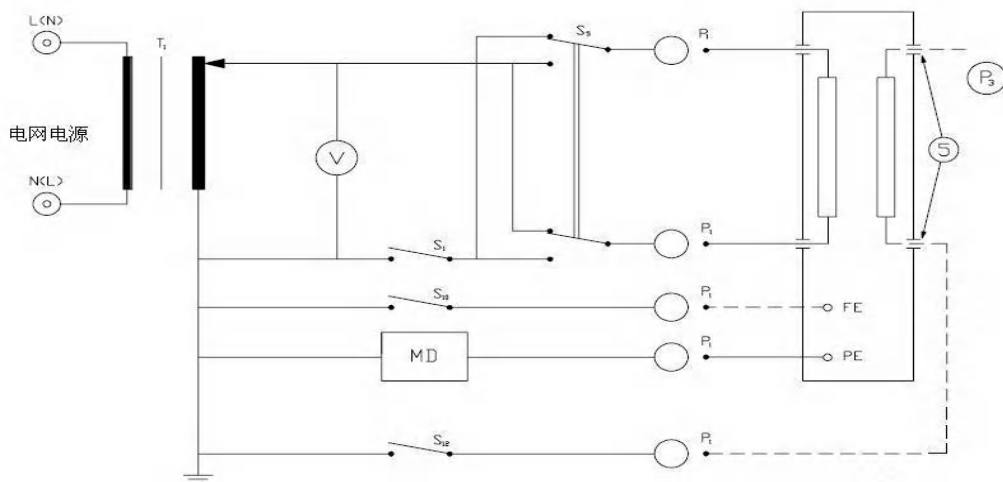
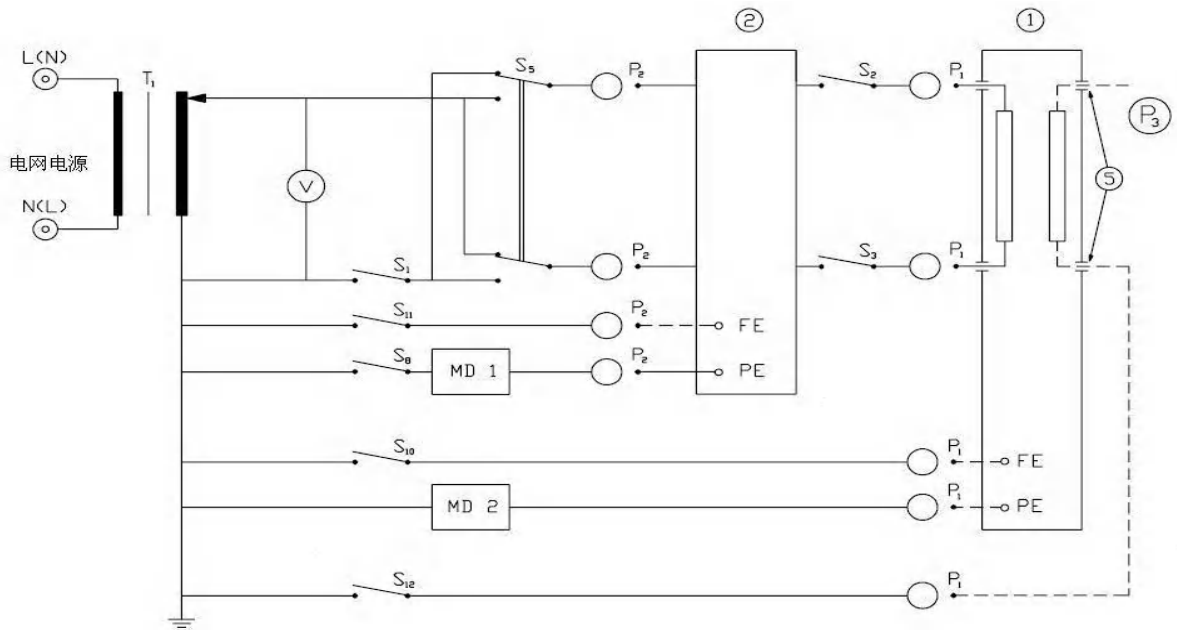

图 16 具有或没有应用部分 I 类设备对地漏电流的测量电路
图 17 使用规定的 I 类单相电源，具有或没有应用部分的设备对地漏电流的测量电路
- (2) 将被测医用电气设备(FE)与仪器（FE）连接端连接，将Fe连接端的接地开关按下，使FE端接地；
- (3) 将被测医用电气设备保护接地(PE)与测量装置（MD）输入端（下面端子）连接，测量装置（MD）输入端（接地端）（上面端子）的接地开关按下，使该端接地；将正常/单一故障切换开关按下，为“正常状态”；
- (4) 按起动按钮，微调泄漏测试电压调节钮，使测试电压调至最高额定网电压的110%；
- (5) 切换测试电源供电电路极性转换开关(S5)分别读出泄漏电流值；
- (6) 按复位钮，切断测试电压，将正常/单一故障切换开关弹出，为“单一故障状态”；
- (7) 按起动按钮，切换测试电源供电电路极性转换开关(S5)分别读出泄漏电流值。
- (8) 若在测试过程中报警，则被测医用电气设备的对地漏电流过大，不合格，按复位钮，将使仪器复位。
- (9) 符合 GB9706.1 图 16，图 17。